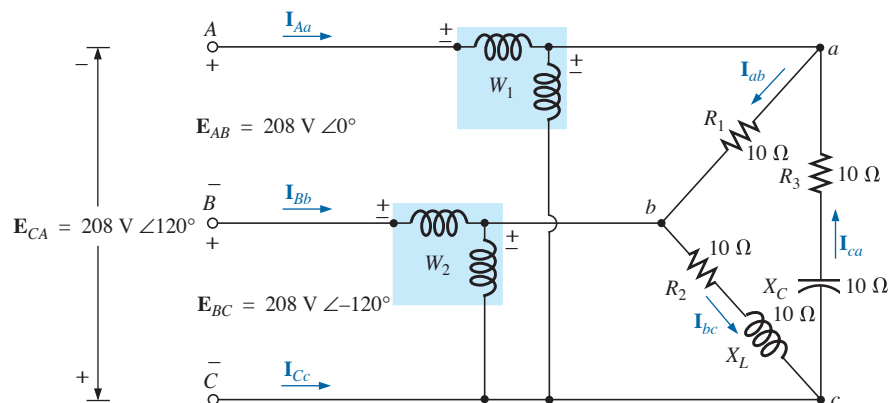

Figura 23.50 Problema 48.
- *48. Dado o sistema Y- Δ da Figura 23.50: